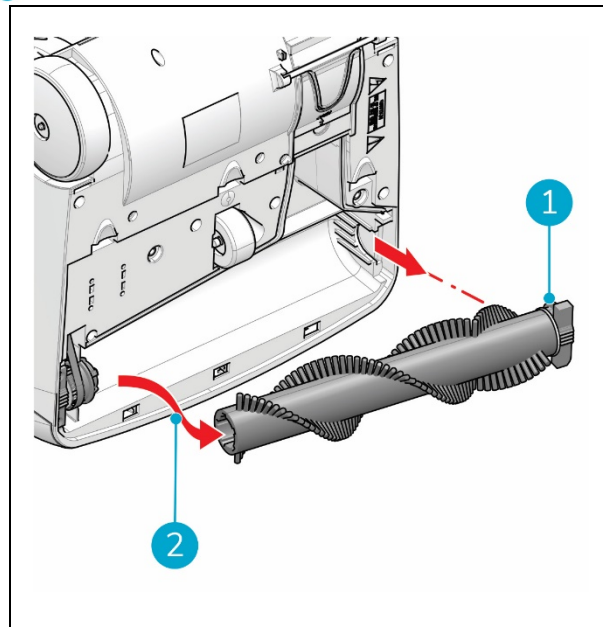

Figura 26
5. Puxe a escova rotativa para fora na zona da pega (Figura 26, posição 1) e faça-a deslizar para fora, como indicado na Figura 26, posição 2.